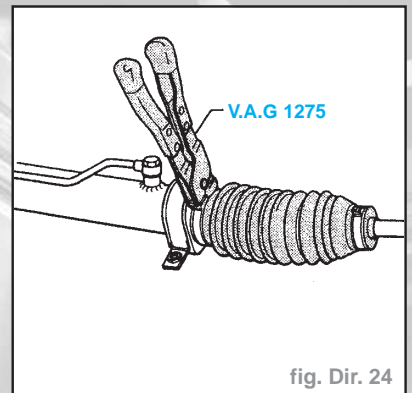

fig. Dir. 24
- Monter le soufflet. Tourner auparavant la barre de direction de sorte que le tenon de la rotule de barre de direction se trouve en position de montage (fig. Dir. 24).